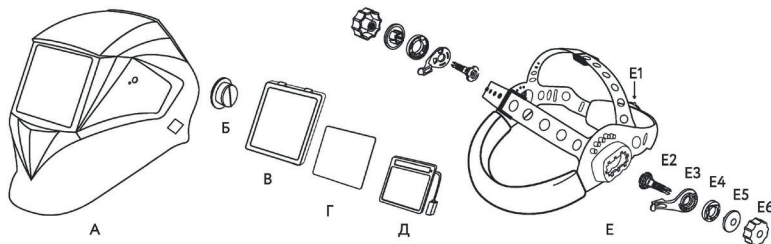

Рис. 1
3.1 Общий вид щитка представлен на рис. 1